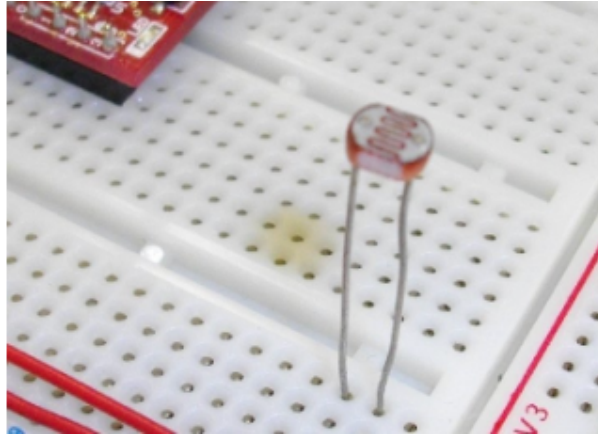

図 1: CdS セル
2.1 この電子部品 (CdS セル 5 φ, 図 1) を次のような点から調べなさい。